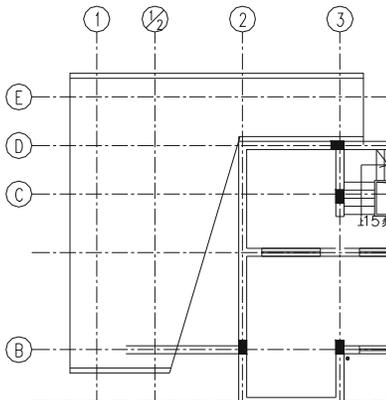
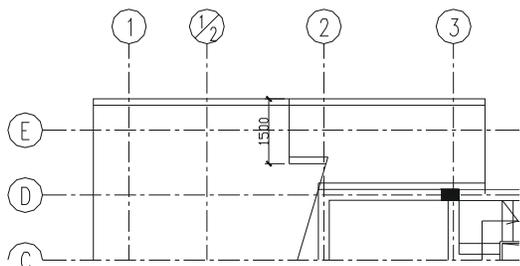

图 9-2-19
图 9-2-20
## STEP 10 使用绘制直线命令 LINE，大概绘制一条斜线，并对其进行修剪如图 9-2-19 所示。
**STEP 11** 在图 9-2-19 所示瓦檐的中点绘制一条长 1500 的直线作为屋脊，并在此绘制转角的瓦檐，如图 9-2-20 所示。